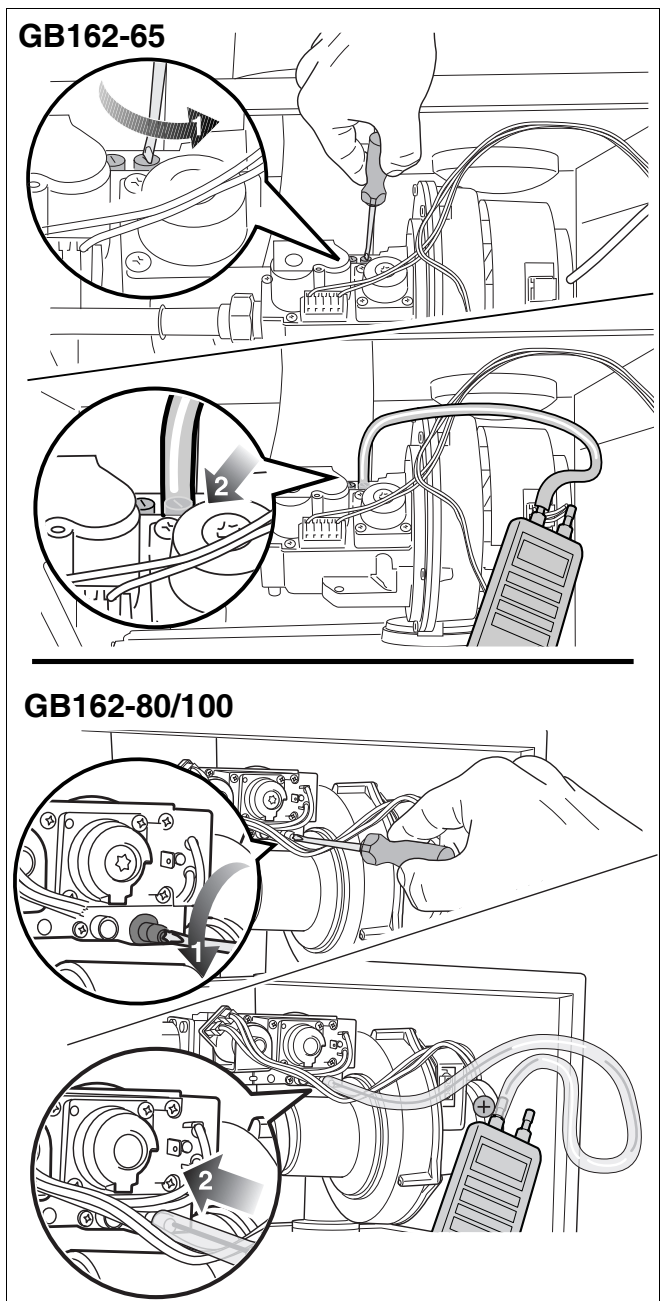

Fig. 75 Aerisiți conducta de alimentare cu gaz
- Desfaceți șurubul de strângere de la niplul de verificare pentru presiunea de racordare la gaz și pentru aerisire rotindu-l de două ori (fig. 75) și scoateți furtunul.